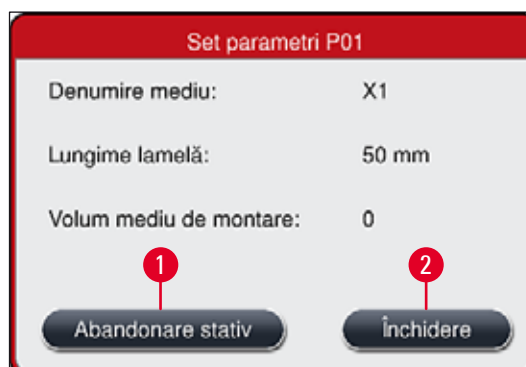

Fig. 79
2. Apare o prezentare generală a stativului pentru care se anulează procesul respectiv (→ Fig. 79).